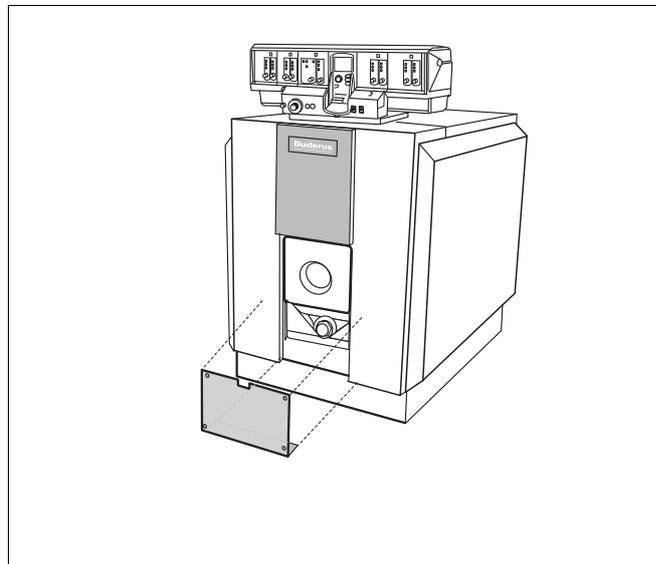

Рис. 18 Крепление дополнительной пластины
- Установите пластину в положение, как она будет крепиться в дальнейшем (рис. 18), и разметьте отверстия на облицовке котла.